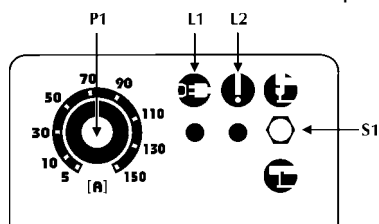

Fig.1
3.1 Painel de controle dianteiro (Fig. 1)